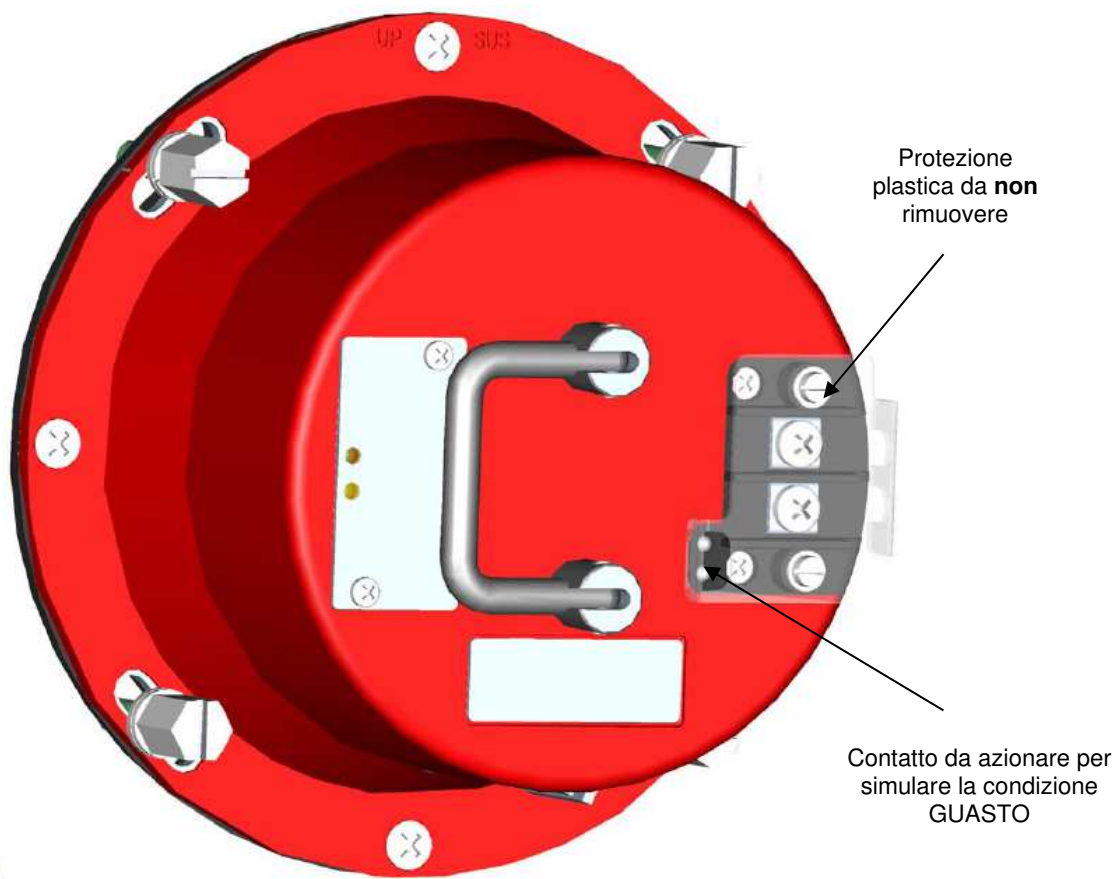

Figura 9 – Dettaglio simulazione condizione GUASTO
2. Sollevare la maniglia, e senza rimuovere la protezione plastica mediante un normale cacciavite, oppure mediante uno spezzone di cavo cortocircuitare i terminali evidenziati in Figura 9